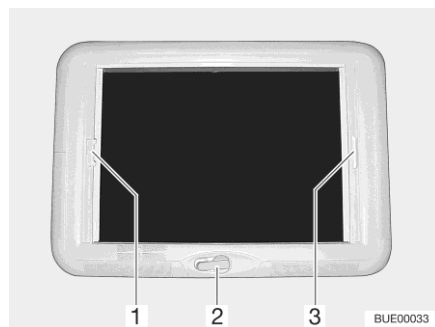

Fig. 127 Oblò a manovella
- Ruotare la manovella (Fig. 127,2) fino a quando non si incontra resistenza.
- Tirare la tendina oscurante pieghevole per la maniglia (Fig. 127,3) e rilasciarla alla posizione desiderata. La tendina oscurante pieghevole rimane in questa posizione.
- Tirare la protezione contro gli insetti per la maniglia (Fig. 127,1) verso la maniglia contrapposta della tendina oscurante pieghevole (Fig. 127,3) e farla innestare.
- Tirare la maniglia della protezione contro gli insetti (Fig. 127,1) dietro, verso l'alto, e sganciare la protezione contro gli insetti dalla tendina oscurante pieghevole (Fig. 127,3).